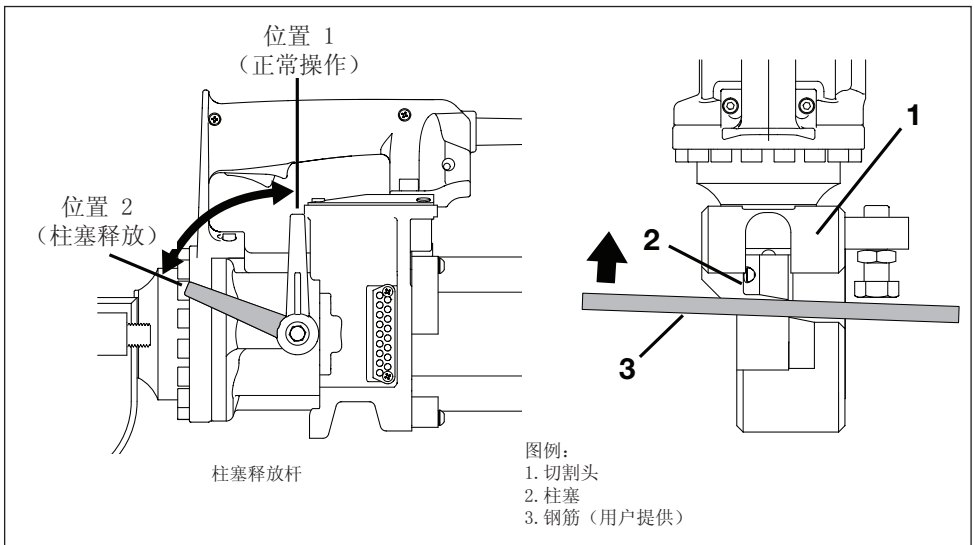

图 11，柱塞手动缩回程序
参见以下步骤。参见图 11。
3. 将柱塞释放杆逆时针转动至位置 2 并拧紧。参见图 11。
4. 使用坚硬的钢筋，手动将切断机的柱塞推回，直至其缩回原位。请参见图 11，第 3 项。这一操作将会清理掉正常运行过程中阻碍柱塞缩回原位的污垢或其它杂物。
5. 将柱塞释放杆顺时针完全转动至位置 1。参见图 11。
8. 清洁柱塞的外露部分。清除该部分上的所有碎片、碎屑和污垢。请参见图 11，第 1 项。